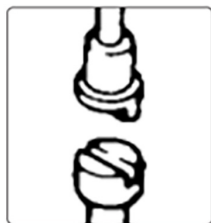

Fig.2
1. Poluzować śrubę na jarzmie rączki i wsunąć zespół rączki (1).
2. Obrócić pokrętko zaworu upustowego, aby umieścić drążek połączeniowy w drążku zaworu upustowego, jak pokazano na rys. 2.